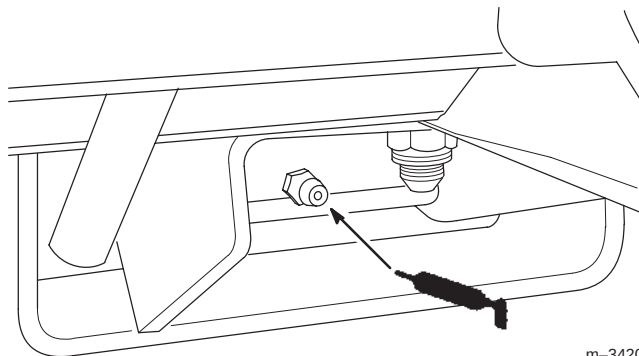

Figure 34
6. Lubrifiez le graisseur de la pédale de frein (Fig. 34).